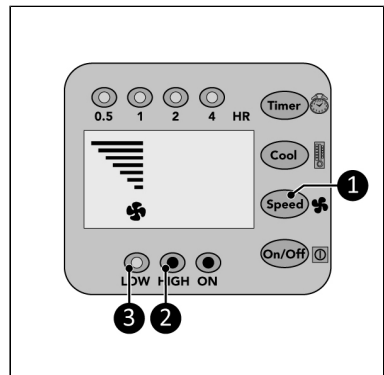

Abbildung 45.
1. Drücken Sie die Geschwindigkeitstaste (Abbildung 45, Pos. 1) wiederholt, um die gewünschte Geschwindigkeitseinstellung einzustellen:
- Hoch: Hoch-Anzeige (Abbildung 45, Pos. 2) leuchtet auf und das Geschwindigkeitsdiagramm zeigt 7 Balken an.
- Niedrig: Niedrig-Anzeige (Abbildung 45, Pos. 3) leuchtet auf und das Geschwindigkeitsdiagramm zeigt 4 Balken an.